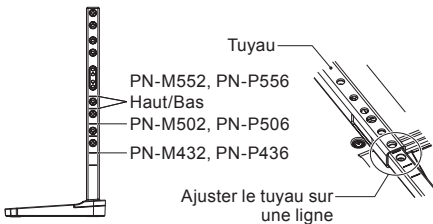

Figure 1
1. Les lignes sur le mât du support sont des indicateurs associés au réglage de la hauteur (Figure 1). Effectuez les ajustements en fonction de ces lignes.